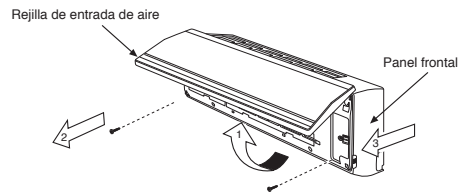

Fig. 3
7. Coloque el cable de conexión a través de la tubería del conducto y procese el cable. (Fig. 3)